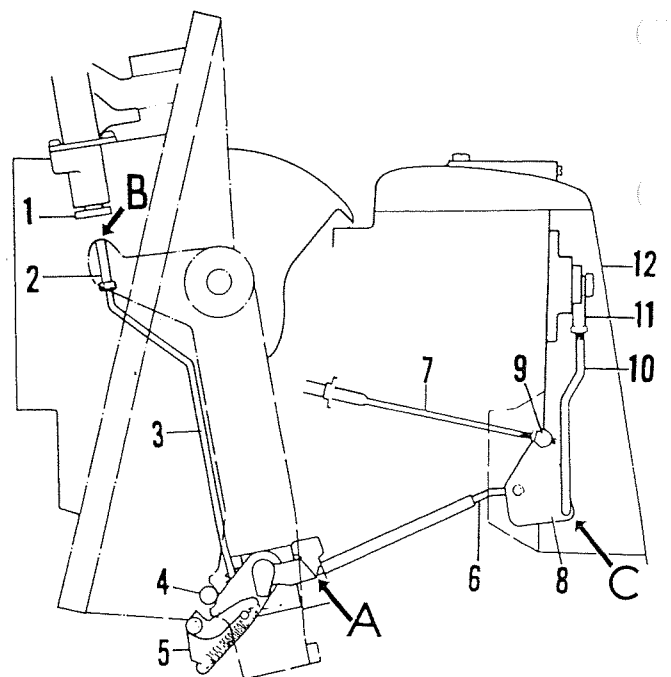

Fig. 30
8. Kontrollera att manöverspakens och drevets växelhävarm står i neutralläge. Lossa låsmuttern för gaffeln (11) och vrid gaffeln på växelstångens (10) gänga så att den vid anslutning till växelhävarmen ger backspärrstången (6) sådant läge att den kommer i kontakt med (utan att trycka) backhakens bygel vid "A". Lås gaffeln (11) med låsmuttern i detta läge, se fig. 30. (Backspärrstången (6) får alltså ej ha något glapp i axiell led).
9. Skruva på låsmutter och tärning på reglagekabeln, justera växelkabelns (7) tärning (9) så att den lätt går att föra in i hålet på växeloket. För manöverspaken till läge "fram" och kontrollera att hörnet "C" på växeloket (8) ej tar i huset, se fig. 30.
10. Drag ned backhaken mot anslaget (stopplackarna) på lagringen (48) och lossa låsmuttern till tryckhylsan (2). Justera tryckhylsan med backhaken fortfarande neddragen så hylsan kommer i nivå eller max 0,5 mm under gaffelns kontur, se B fig. 30. Lås tryckhylsan med kontramuttern. Tryck därefter fram drevet mot ställpinnen och kontrollera att inte tryckstångens (3) övre ända är i kontakt med lyftens tryckplatta. Lyften (1) skall vid uppfällning frikoppla backhaken, se fig. 30.
13. Montera skyddsloket (12) över växelmechanismen, se fig. 30, och fyll på olja i drevet. Drevet rymmer ca 2,2 liter olja. Se avd. X, specifikationer. Smörj styraxelns lagringar.